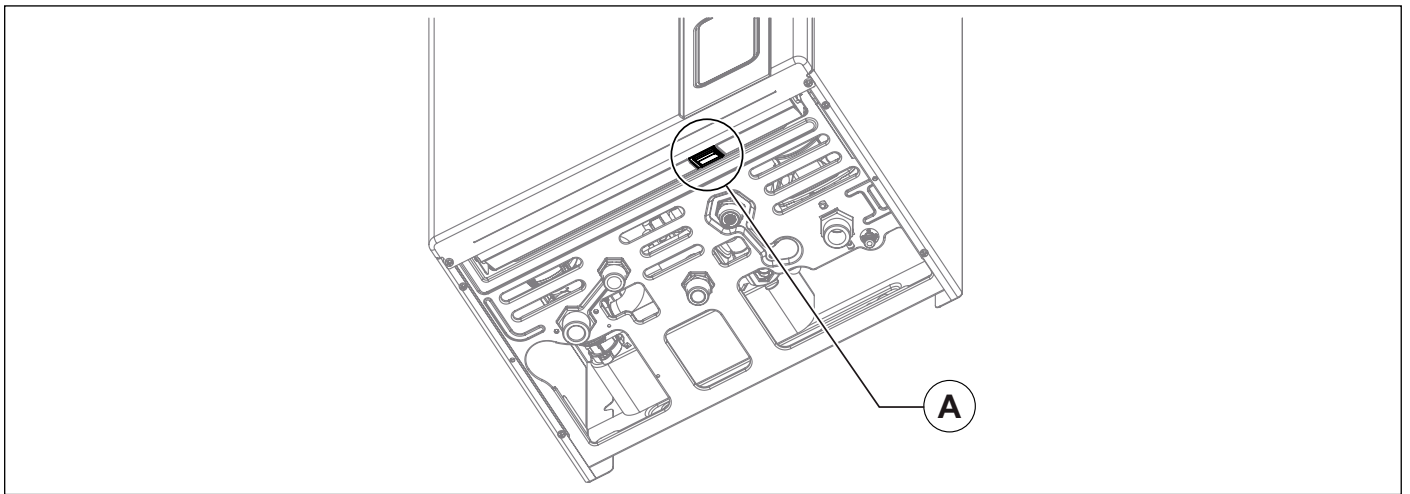

Abb. 2 Stromzufuhr, Geräte Ein-/Ausschalter
- Die Stromzufuhr A einschalten (siehe Abb. 2 Stromzufuhr, Geräte Ein-/Ausschalter).